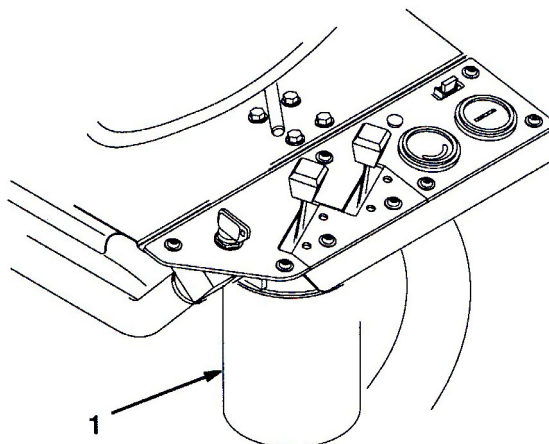

図 42
2. フィルタ取り付け部周辺 (図42) をきれいに拭く。フィルタの下に廃油受けを置いてフィルタを外す。